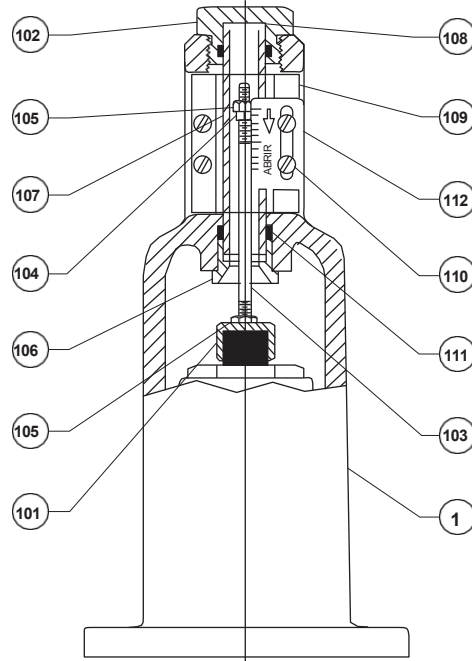

Figura 6. Conjunto del indicador de recorrido
Si el regulador tiene un conjunto indicador, realice el siguiente paso con cuidado para evitar doblar el vástago del indicador de recorrido (clave 103, figura 6).
Las juntas tóricas y las juntas (claves 111 y 108, Figura 6) del conjunto indicador son juntas estáticas y no es necesario tocarlas, a menos que presenten fugas.
2. Retire los cuatro tornillos de cabeza (clave 58, Figura 9) y levante la caja del resorte (clave 1). Retire el vástago del indicador de recorrido, si lo hay, desenroscando el adaptador del vástago del indicador (clave 101, Figura 6).
14. Instale una nueva junta de la caja del resorte (clave 57, Figura 9), la caja del resorte (clave 1) y los cuatro tornillos de cabeza (clave 58) con un par de apriete de 340 a 420 pulgadas-libras / 38,4 a 47,5 N•m de par, asegurándose de que el vástago del indicador, la junta tórica y las juntas (claves 103, 111 y 108, Figura 6) estén instalados, si se utilizan.
Conjunto del indicador de recorrido (Figura 6)